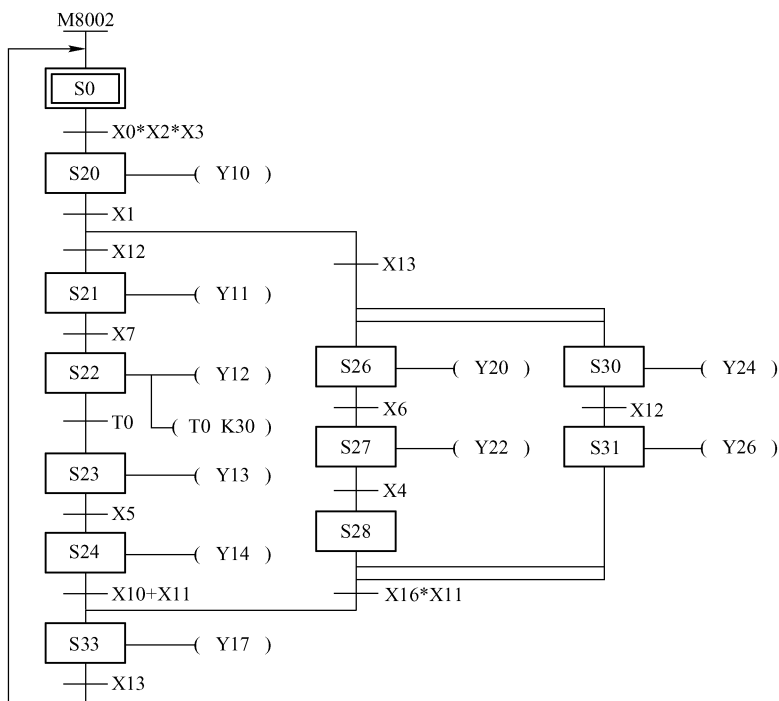

图 5-90 选择性和并行性分支状态转移图
5. 有一选择性和并行性分支状态转移图如图 5-90 所示。请对其进行编程。